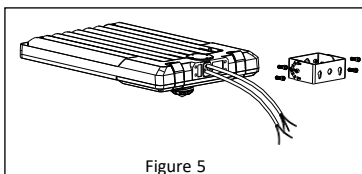

Figure 5
1. Retirez les vis de montage du support sur le luminaire, puis faites passer les fils dans le support. **Reportez-vous à la Figure 5.**